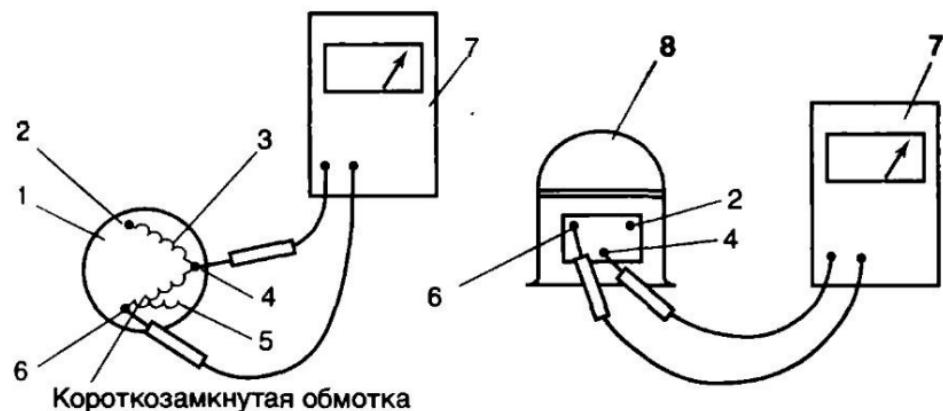
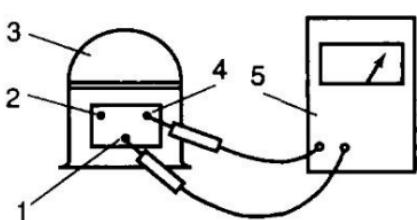

Рис. 5. Проверка короткозамкнутой обмотки электродвигателя герметичного компрессора:
Рис. 6. Проверка сопротивления обмотки электродвигателя компрессора:
4.1.2. При ухудшении качества изоляции проводов обмотки может происходить замыкание витков между собой. Электродвигатель продолжает работать, но потребляет больший ток, что приводит к перегреву его корпуса. Обнаружение короткозамкнутой обмотки производят омметром (рис. 5) на электродвигателе компрессора с отсоединенными подводящими проводами. С помощью омметра проверяют цепи между клеммами, а также между клеммами и корпусом (рис.6). В короткозамкнутой обмотке сопротивление меньше стандартной величины. Если обмотка не замыкает на корпус, то показания омметра